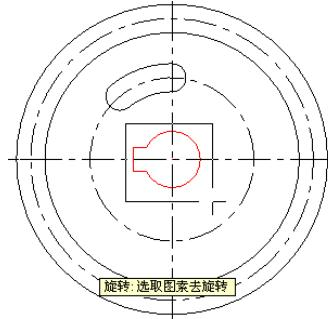

图 4-63 选取旋转图素
- ② 在主菜单中选择“转换” | “旋转”命令，或直接单击“转换”工具栏中的“旋转”按钮.
- ③ 根据系统提示，选取旋转图素，在绘图区内框选择如图 4-63 所示的图素作为旋转图素，并按回车键。